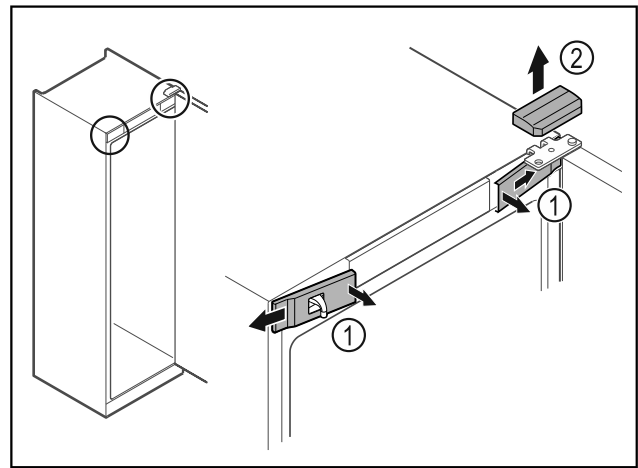

Fig. 2
- ▶ Ξεκουμπώστε εσωτερικά τα μπροστινά καλύμματα Fig. 2 (1) και αφαιρέστε τα προς το πλάι.
- ▶ Αφαιρέστε προς τα επάνω το επάνω κάλυμμα Fig. 2 (2).